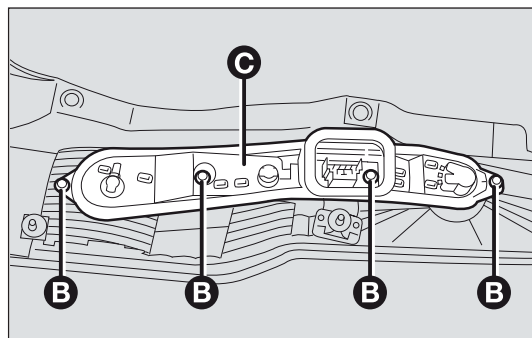

fig. 153
- ❑ svitare le quattro viti B-fig. 153 dalle rispettive sedi ed estrarre il portalampada C;